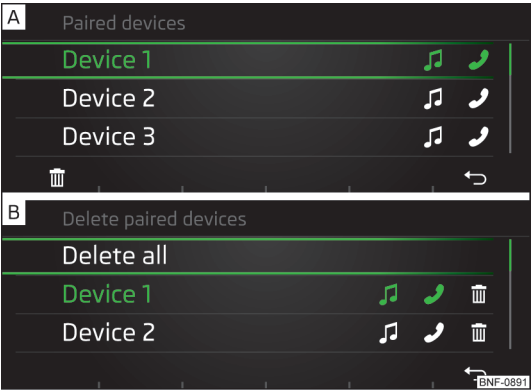

Fig. 118
Los equipos externos acoplados en la lista son visualizados con los siguientes símbolos de los perfiles Bluetooth® con el teléfono conectado » fig. 118 - [A].
- Con el regulador  seleccionar el equipo externo » fig. 118 - [\[A\]](#).
- Pulsar la tecla de función  » fig. 118 - [\[A\]](#).
- Con el regulador  seleccionar el equipo externo » fig. 118 - [\[B\]](#).